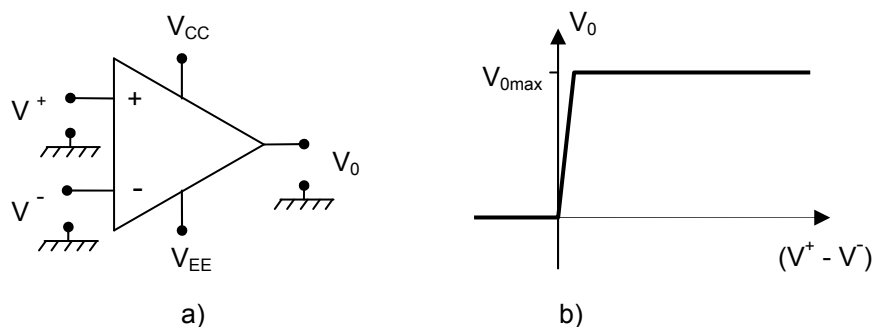

Figura 7.3.- a) Símbol de l'amplificador operacional. b) característica sortida/entrada.
L'amplificador operacional (AO) és un circuit integrat que amplifica la diferència de tensions aplicades a les seves dues entrades, la no inversora,  $V^+$ , i la inversora,  $V^-$ . L'AO es representa pel símbol de la figura 7.3, que mostra les entrades  $V^+$  i  $V^-$ , la sortida  $V_0$ , i en la que també es representa la característica sortida/entrada. Els AO també tenen dues entrades per aplicar la tensió d'alimentació contínua,  $V_{CC}$  i  $V_{EE}$ . L'amplificador que utilitzarem en aquesta pràctica s'alimenta amb una única tensió contínua ( $V_{EE}$  es connecta a terra). Altres AO s'alimenten de forma "simètrica", aplicant a  $V_{EE}$  una tensió igual i de signe contrari que la aplicada a  $V_{CC}$ . Els corrents que entren al OA pels terminals  $V^+$  i  $V^-$  són molt petits i els aproximarem per zero.